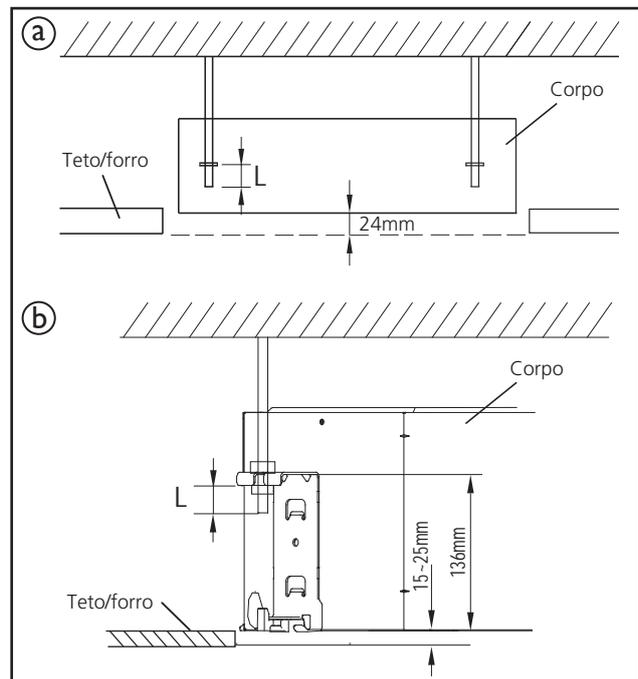

FIG. 17
- i) Ajuste a posição da unidade para garantir um espaçamento por igual entre e os lados e o teto/forro. A parte inferior da unidade deve ter uma diferença de altura de 24mm ("a" na Fig. 17 - modelos 40KVQA18) ou entre 10mm e 25mm ("b" na Fig. 17 - modelos 40KVQA22) em relação ao teto.